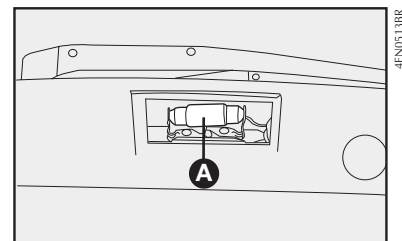

fig. 61
2) Retirar a lâmpada **A**-fig. 61 de sua sede e substituí-la.